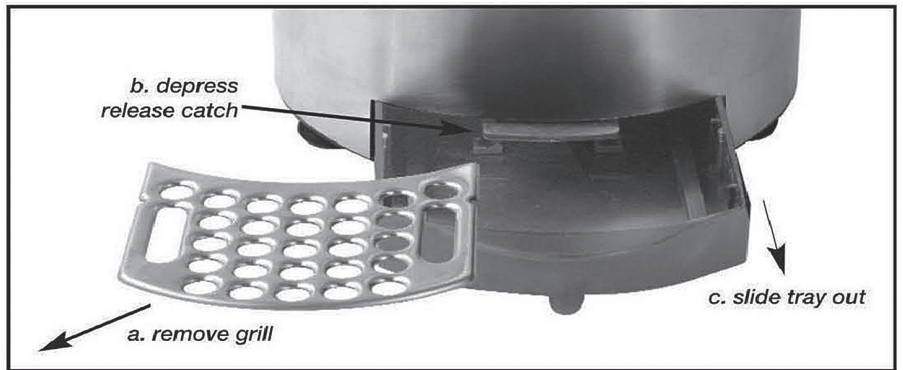

Figure 7
6. Verwijder nu eerst het rooster van het lekbakje en daarna het lekbakje zelf (zie afbeelding 7).
6. Remove the drip-tray plate and then remove the drip tray as shown in Figure 7.